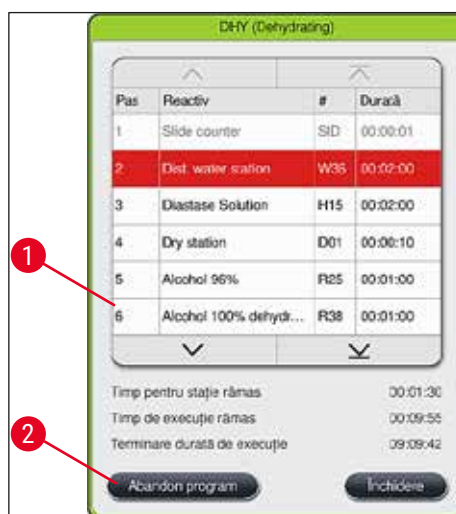

Fig. 90
2. Apare o listă cu pașii programului (→ "Fig. 90"); Pasul curent este marcat în roșu (→ "Fig. 90-1").